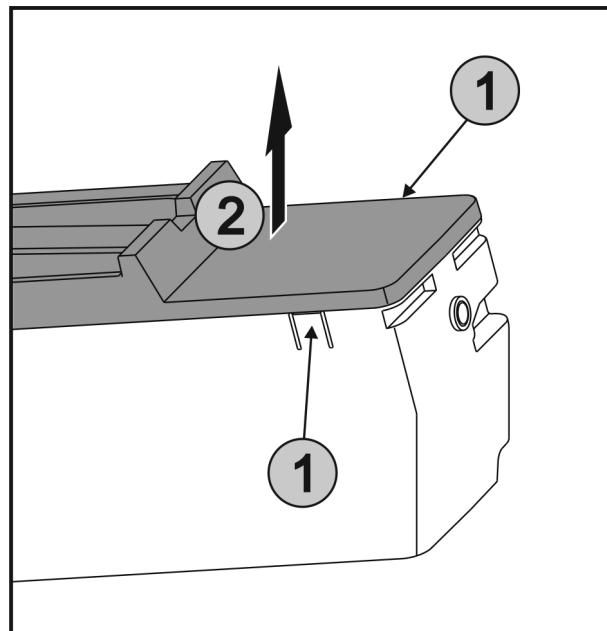

Fig. 74
- Одновременно нажать на накладки Fig. 74 (1) на обеих сторонах EasyTwist-Ice и снять крышку Fig. 74 (2) движением вверх.